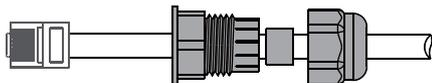

Figura 4.5-3 Fasi operative
**Passo 3-1** Far passare il cavo RJ45 attraverso la piastra in acciaio e collegare il cavo DRED al terminale RJ45. Come mostrato in Figura 4.5-3, la Tabella 4-9 descrive la definizione della porta a 6 pin.